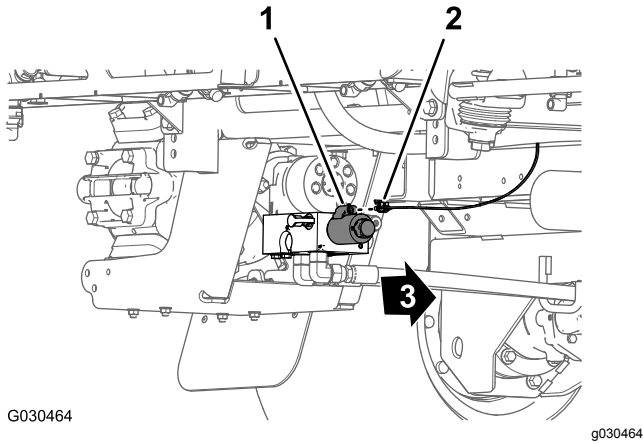

図 134
1. 機体後部、スプレーヤポンプの車体中心線側で、86cmの枝線にある**Spray Pump Solenoid**というラベルのついた2ソケットコネクタを、ポンプのリレーの2ピンコネクタに接続する **図 134**。